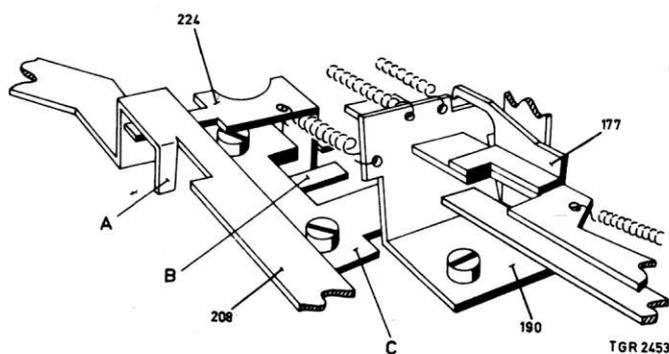

Fig. 24
- Régler en faisant glisser la plaque C selon fig. 24.
- Régler en courbant la patte A, voir fig. 24.
- Régler en courbant la patte B, voir fig. 24.